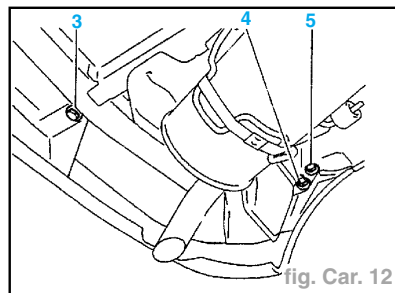
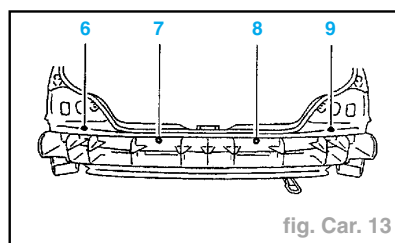

fig. Car. 12
fig. Car. 13
- Déposer les vis (3) et (5) de chaque côté (fig. Car. 12).
- Dégrafer l'agrafe (4) de chaque côté.
- Déposer les vis (6), (7), (8) et (9) (fig. Car. 13).